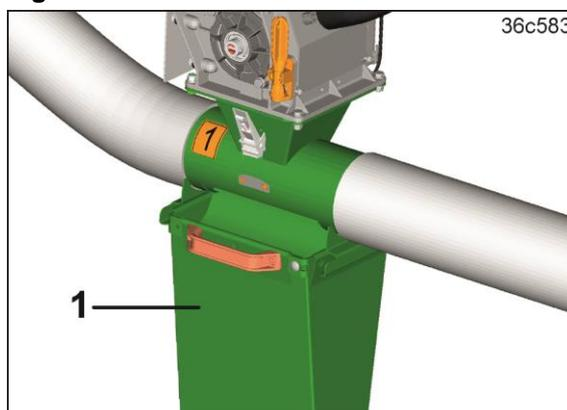

Fig. 246
4. Den Auffangbeutel (Fig. 246/1) unter den Dosierer schieben.